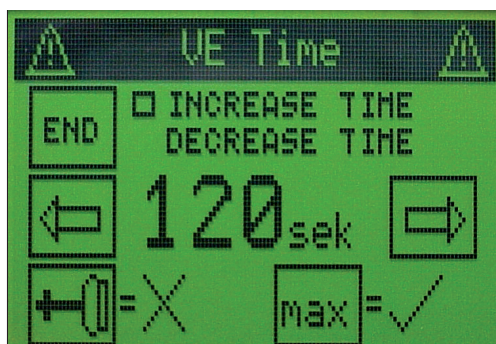

Fig. 35. VE menu dei tempi.
- Regolazione del tempo di incremento e decremento del vuoto (fig. 35)
Il tempo di creazione e di rilascio del vuoto possono essere selezionati nel sotto menu (fig. 35)